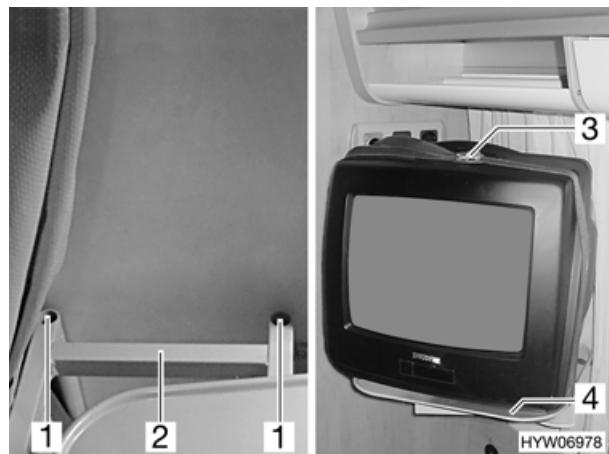

Bild 39 Fernsehgerät
- Gestänge (Bild 39,2) der Auflage (Bild 39,4) in die Halterung (Bild 39,1) stecken.
- Fernsehgerät auf die Auflage stellen und mit Haltegurt (Bild 39,3) sicher befestigen.